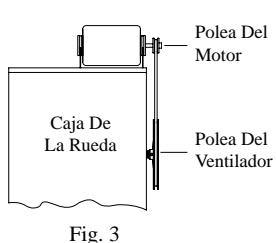

Fig. 3
• **Instale la polea del motor.** Instale la polea ajustable del motor para que quede alineada con la polea del ventilador (véase fig. 3) y apriete el tornillo.